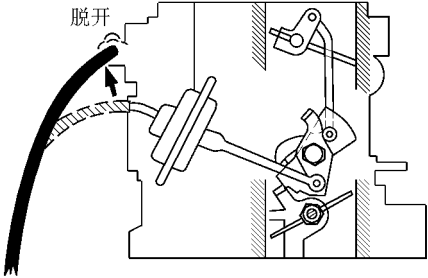

图 2-57 从阻风门强制开启阀的
1) 预热发动机到正常的工作温度，关闭发动机，从阻风门强制开启阀的膜片上脱开真空软管，如图 2-57 所示。